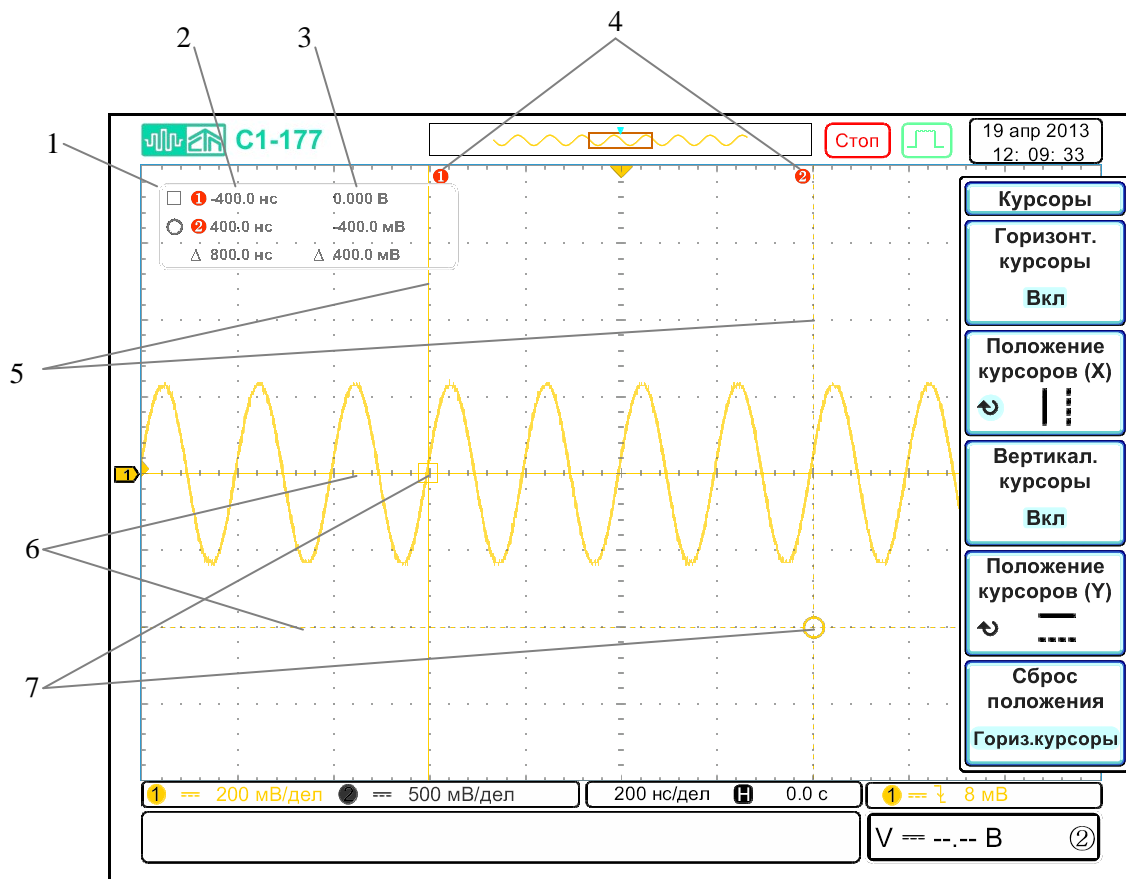

Рисунок 6.24 – Экран осциллографа при включении курсорных измерений
- если индикация курсоров выключена, тогда, нажимая программную кнопку «Горизонт. курсоры» или «Вертикал. курсоры», включить индикацию соответствующих курсоров: «Выкл» - индикация выключена, «Вкл» - индикация включена. Когда будет включена индикация курсоров, в левой части экрана появится окно информации курсорных измерений (рисунок 6.24, поз. 1), а кнопка «КУРСОРЫ» будет подсвечиваться;
– чтобы управлять положением горизонтальных курсоров, надо нажать программную кнопку «Положение курсоров (X)» и выбрать один из следующих способов: